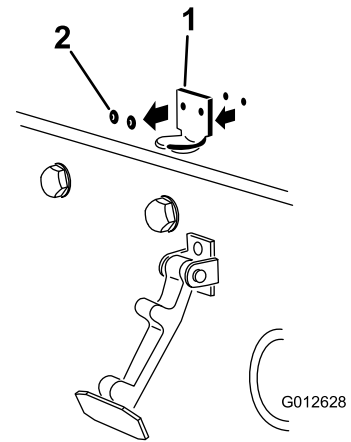

Figure 7
2. Retirez les rivets (2) qui fixent le support de loquet au capot (Figure 7). Enlevez le support de loquet du capot.